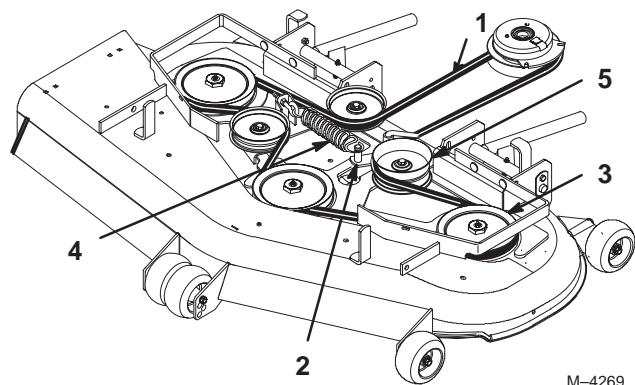

Figure 62
4. Déposez la courroie. Commencez à la poulie extérieure et tournez la courroie pour la déposer (Fig. 62).
7. Remettez la poulie de tension en place et installez la courroie sur les autres poulies (Fig. 62).